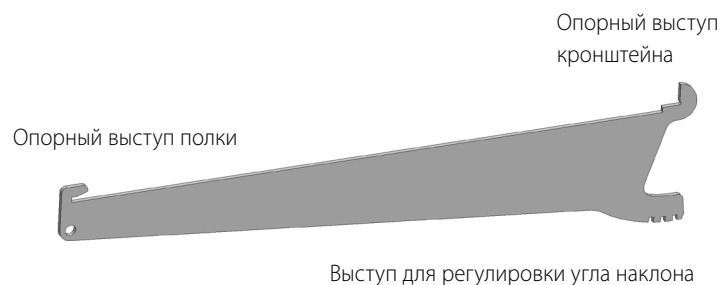

Рис. 5. Обозначение выступов опорных кронштейнов полки.
1. Найдите опорные кронштейны полки. См. рис. 5.
2. Вставьте опорный выступ кронштейна в стандартное отверстие для полки. См. рис. 5 - 7.